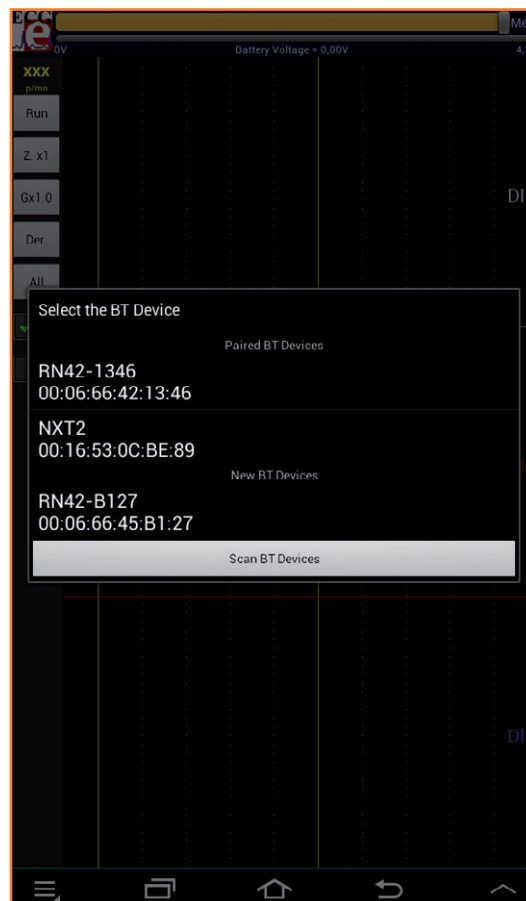

Figure 16.
**BtListActivity** : Cette activité est créée quand on appuie sur le bouton du menu «Paired BT Devices» (fig. 15). Elle ouvre une nouvelle fenêtre et interroge l'adaptateur BT du terminal et affiche la liste des périphériques appariés (fig. 16). Un bouton permet de lancer une nouvelle recherche. La fenêtre et l'activité se ferment au choix du périphérique après l'envoi vers l'activité principale d'un message comprenant son identificateur. L'activité principale démarre alors le *BluetoothService* pour établir la liaison avec notre interface ECG.